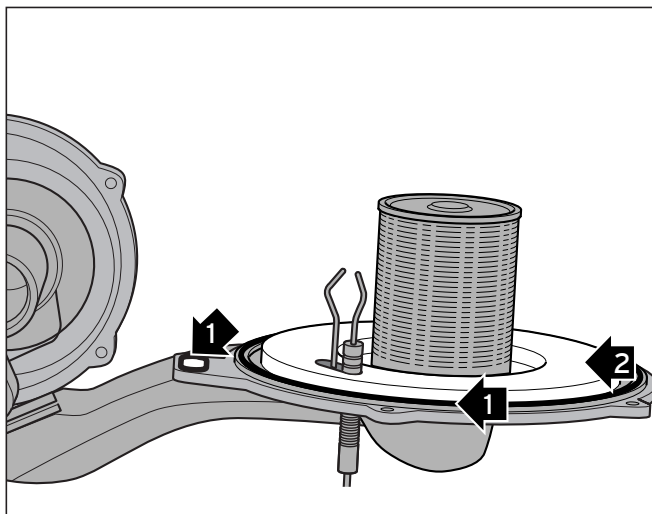

Fig. 7.3 Vérifier les joints et l'isolation de la bride du brûleur
Les deux joints en silicone (1) au niveau du module thermique compact (fig. 7.3) (n° de pièce de rechange 98-1046) doivent être changés à chaque entretien. L'isolation de la bride de brûleur (2) au niveau du module thermique compact (fig. 7.3) (n° de pièce de rechange 21-0734) ne doit présenter aucun dommage ; sinon, elle doit être changée.